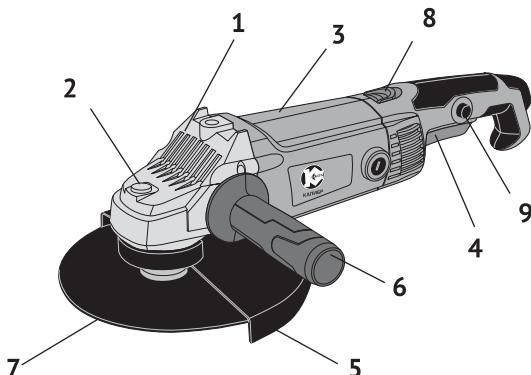

рис. 1
1.6 Общий вид шлифмашины представлен на рис.1
1.7 Шлифмашина состоит из коллекторного двигателя в пластиковом корпусе и редуктора, расположенного в металлическом корпусе. Крутящий момент с якоря электродвигателя через редуктор из 2-х конических шестерён, под углом 90° передаётся на шпиндель. На резьбу (M14) шпинделя крепится рабочий инструмент (отрезной, полировальный круг). Шлифмашина комплектуется дополнительной рукояткой (рис.1 поз.6), с возможностью крепления к корпусу редуктора в 2-х позициях (справа или слева).
1.8 Клавиша выключателя (рис.1 поз.4) расположена в нижней части рукоятки, крепящейся к корпусу двигателя. Включение шлифмашины осуществляется нажатием на клавишу выключателя указательным пальцем. Во избежание самопроизвольного включения инструмента, выключатель снабжён блокировкой клавиши (кнопка блокировки, рис.1 поз.9, расположена на левой части рукоятки).
Для удобного удержания кистью руки инструмента в труднодоступном месте или при нестандартном расположении обрабатываемой поверхности, предусмотрен поворот и фиксация клавишей (рис.1 поз.8) основной рукоятки в 3-х положениях (поворот от основного положения на 90° вправо или влево).
- установить боковую рукоятку (рис.1 поз.6) в удобное для работы положение;